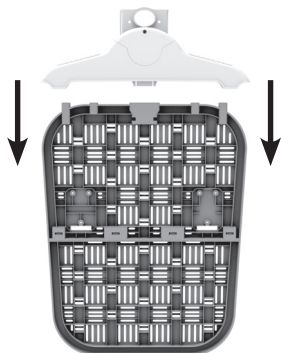

Рис. 3
4. Установите плечики с держателем утюжка в пазы, расположенные в верхней части гладильной доски (рис. 3).